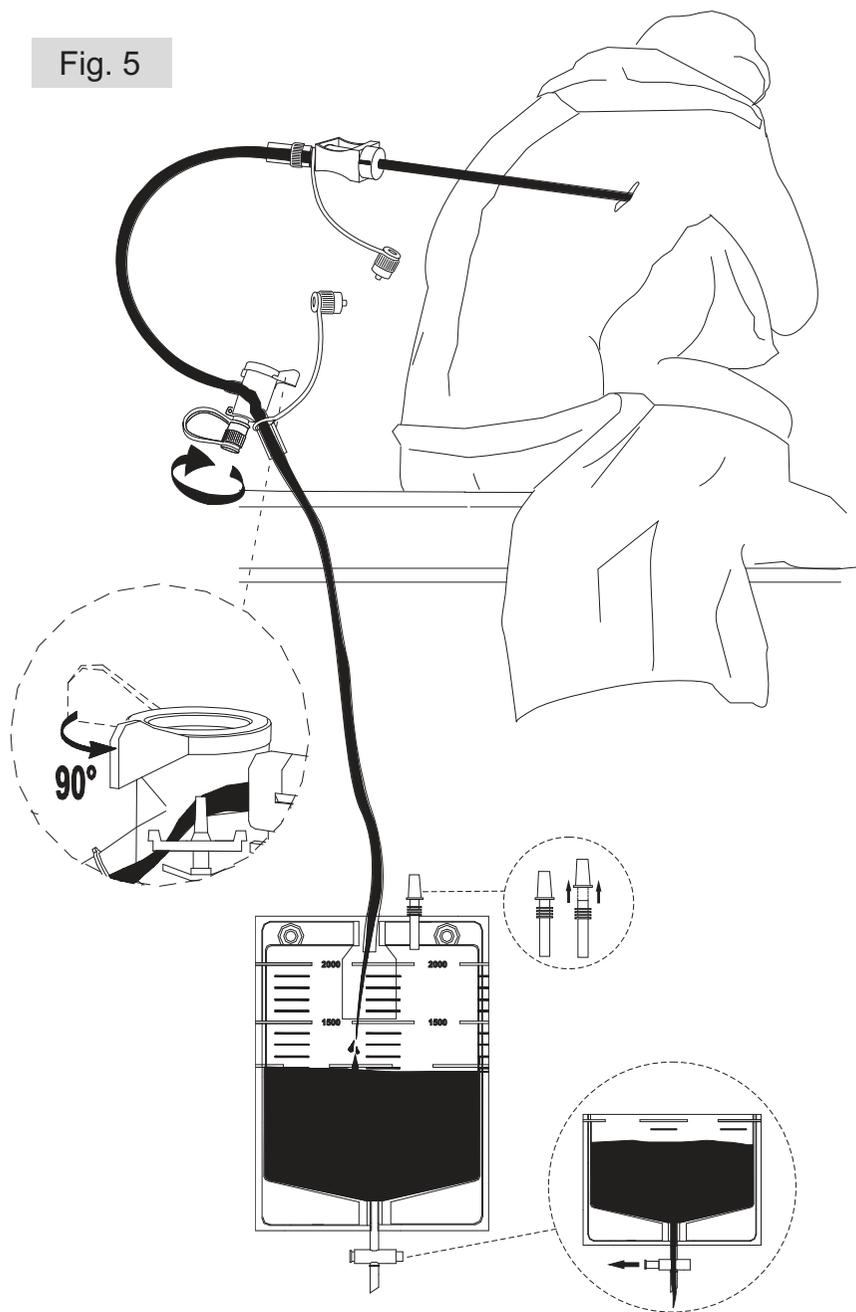

Fig. 5
3. Ruotare il selettore, situato nel corpo principale, fino a fine corsa, corrispondente a un angolo di 90° rispetto alla posizione iniziale (fig.5). A questo punto si avrà il collegamento diretto tra l'ago e il sistema di raccolta senza l'interposizione di alcuna valvola.